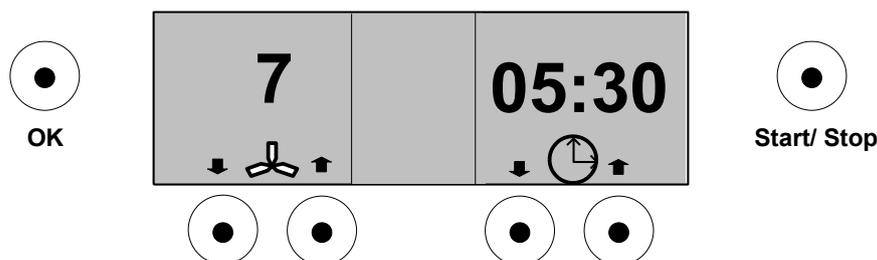
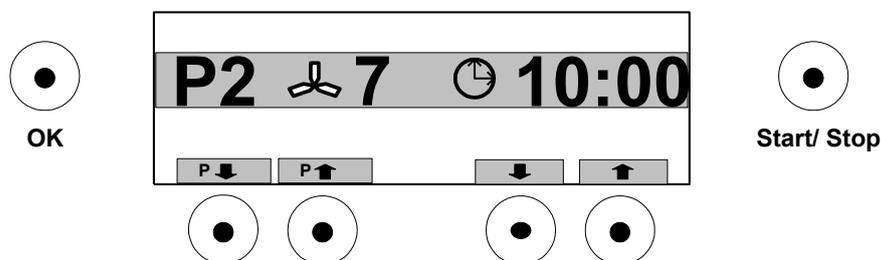
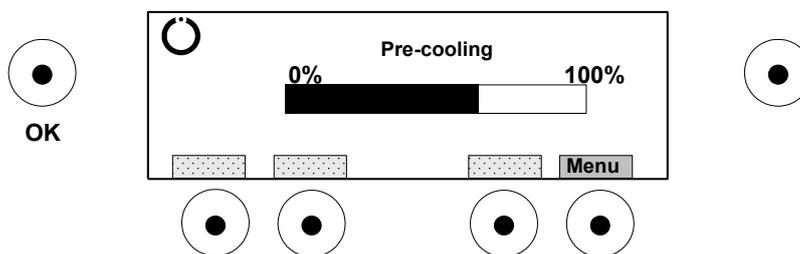

Figura 5
Figura 6
Figura 7
Durante la fase di pre-raffreddamento sul display appare un grafico a barre che indica lo stato di pre-raffreddamento (Figura 7). Non è possibile eseguire alcuna funzione finché non è stata completata la fase di pre-raffreddamento, ad eccezione dell'ingresso nel menu. Una volta completata la carica minima, il display passa ad una delle seguenti visualizzazioni: (1) numero di programma (Figura 6) o (2) avvio diretto (Figura 5). A questo punto è possibile avviare la terapia o eseguire altre funzioni. Il compressore e la ventola del condensatore continuano tuttavia a funzionare finché non è stata raggiunta la carica totale. (Figura 7)